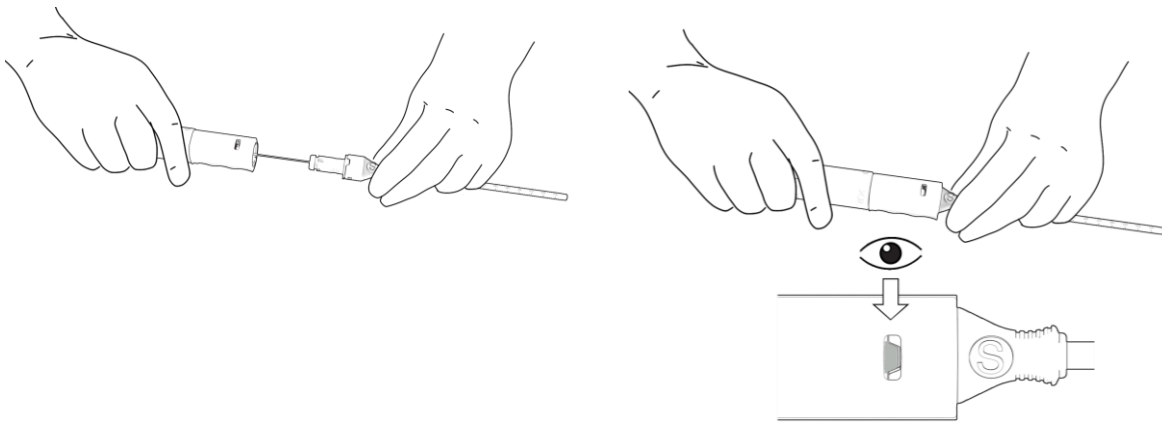

Figure 10. Insertion du dispositif de fermeture PerQseal® dans la gaine d'introduction.
- c. Avec le raccord de la gaine d'introduction dans une main et le manche du dispositif dans l'autre, faire progresser soigneusement le manche du dispositif. S'assurer que les indicateurs de la gaine d'introduction et le manche sont alignés, et que l'ensemble canule de chargement/raccord de gaine se verrouille (clic) dans le manche du dispositif. Noter l'indicateur de couleur verte dans la fenêtre. Celle-ci confirme le bon verrouillage du manche du dispositif de fermeture PerQseal®. Figure 10.